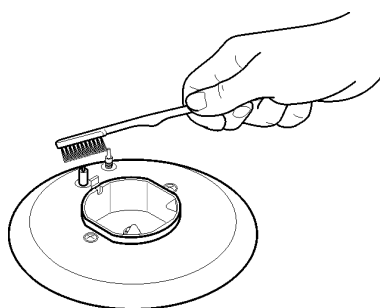

РИС. 6
Очистите их мягко с небольшим нейлоновой щеткой, как показано (см. рис. 6) и хорошо просушите. Не мойте в посудомоечной машине.
- проверьте, чтобы отверстия рассекаателей „Т” не были засорены (рис. 6/А).